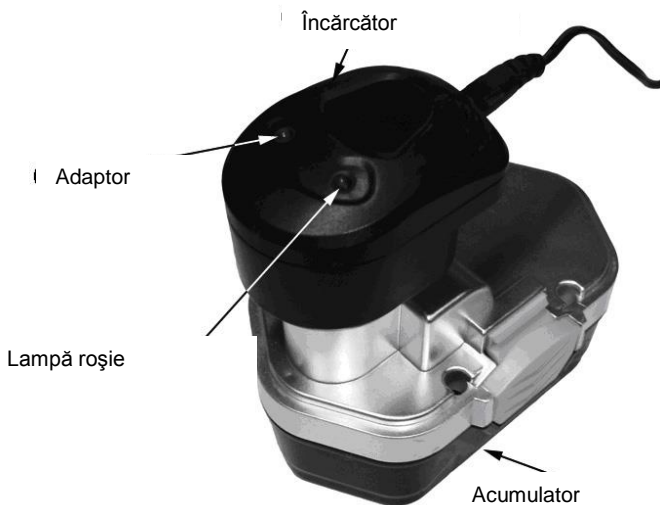

Fig. 2
7.1 Încărcarea acumulatorului (fig. 2)